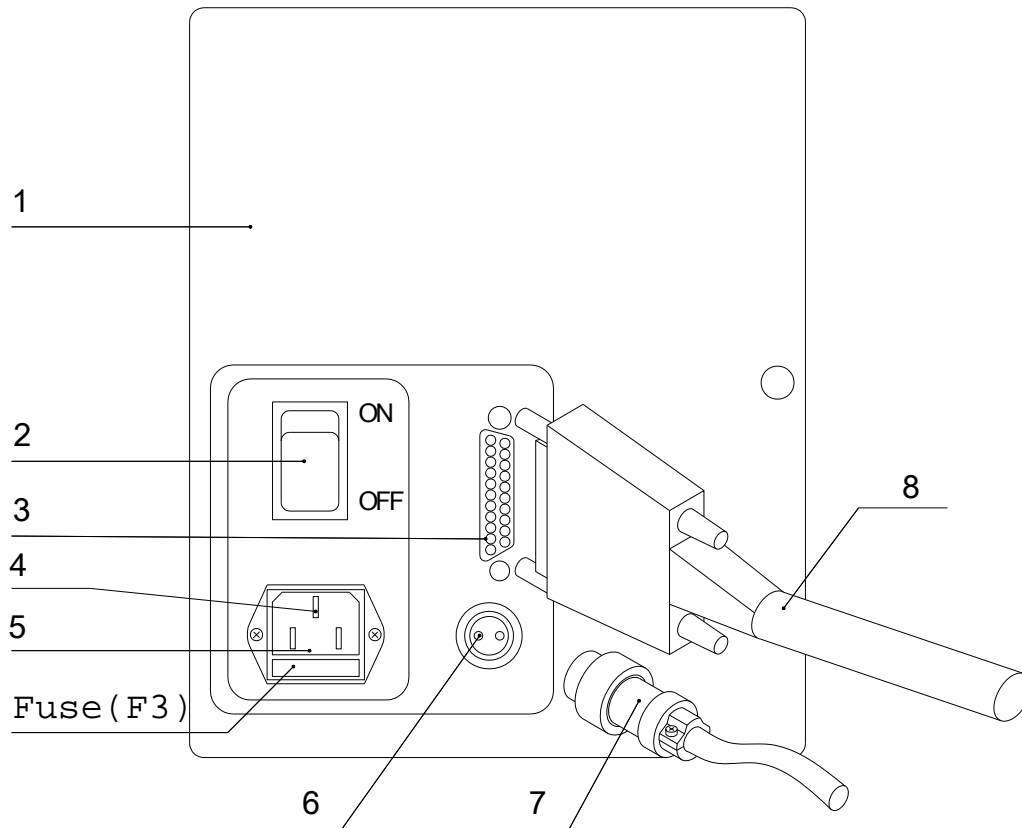

Fig.6
1. Encienda el switch de arranque (Fig. 6/2). La luz roja deberá encenderse. El carro del tampón se detendrá.